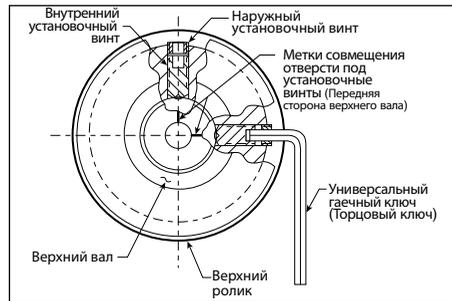

РИС. 9
10. Прижмите верхний ролик к заплечику верхнего вала.  $\frac{3}{16}$ -дюймовым шестигранным ключом (прилагается) «нащупайте» внутренний установочный винт в отверстии установочного винта на верхнем валу и закрутите его. Шестигранный ключ должен быть расположен так, как показано на Рис. 9 выше, для затяжки внутреннего установочного винта.